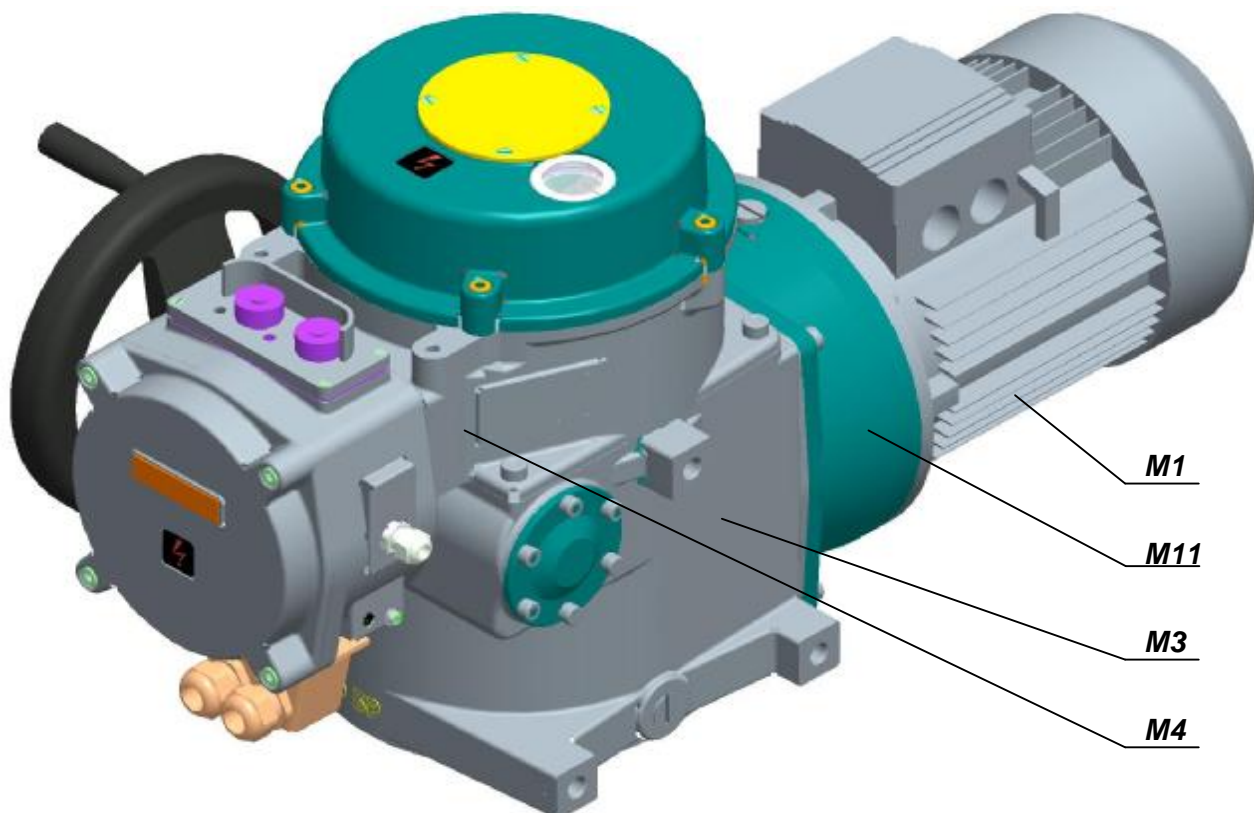
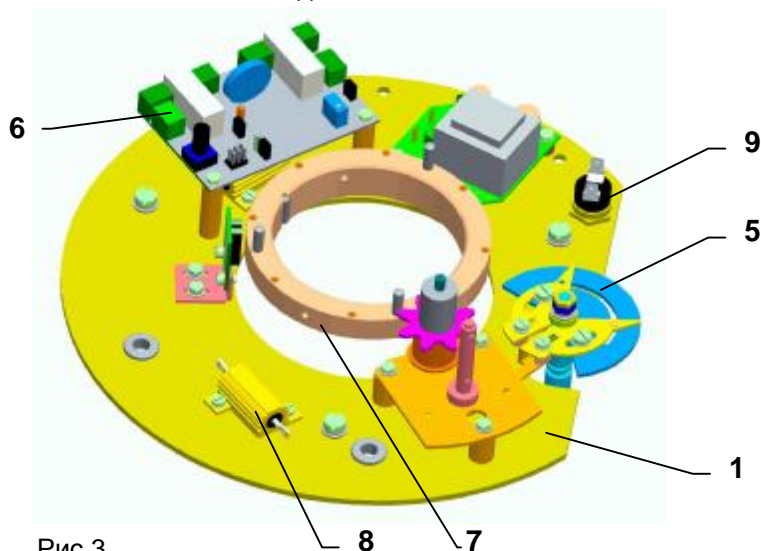

Рис.1
Рис.3
ЭП МО 5Р имеют компактную конструкцию с некоторыми присоединенными модулями. ЭП МО состоят из двух своими функциями отличающимися главных частей (**рис.1**):
Система размещена в корпусе (22). Приводы размещены центрально на выходном валу (24) и представляют собой самостоятельную монтажную единицу. Шестерня электродвигателя переносит крутящий момент на коническое зубчатое колесо(34), которое вместе с сателитами(35) и жестким корончатым колесом - венцом (32), с внутренним зацеплением, создает планетарный редуктор. Поводок планетарного редуктора обеспечивает передачу крутящего момента на выходной вал(24). В верхней части размещен шнек (23) для снятия момента и ручного управления, которое применяется для перестановки управляемого устройства при отключении электрического тока. Перестановка осуществляется при помощи колеса ручного управления (25). Шнек подрессорен, и сила, вызванная крутящим моментом выходного вала, перемещает шнек в направлении оси против силы пружины. Перемещение шнека снимается вилкой с цапфой через валик (29), выходящий в коробку управления. Перемещение шнека пропорционально моменту. Вилка западает в контурную дорожку, что делает возможным вращательное движение колеса ручного управления, то есть ручное управление в любом эксплуатационном режиме. На задней стенке корпуса (22) напротив колеса ручного управления находятся три набалдашника с винтовыми ответствиями, которые позволяют прикрепить ЭП на стену или на вспомогательную конструкцию (рис.1).
Модуль М4 – шкаф управления (Рис. 1), помещен в верхней части ЭП и создает самостоятельное функциональное целое. Верхнюю часть образует кожух шкафа управления. Нижняя часть шкафа управления включает шкаф силовой передачи и создает несущую часть передачи управляющей плиты(1)(Рис.3), которая содержит: